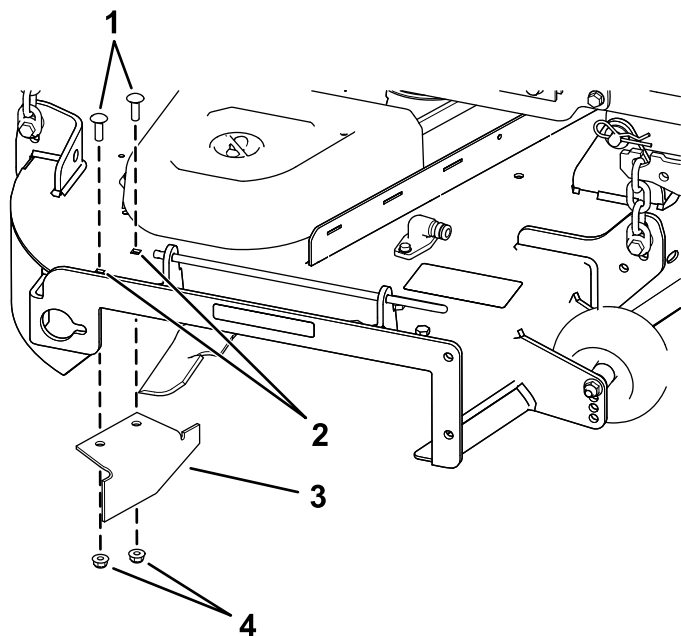

Figure 19
14. Localisez le déflecteur d'ouverture dans les sachets des pièces détachées, retirez les fixations des trous arrière de la plaque d'éjection et fixez le déflecteur sur l'ouverture d'éjection latérale du plateau de coupe (Figure 19).